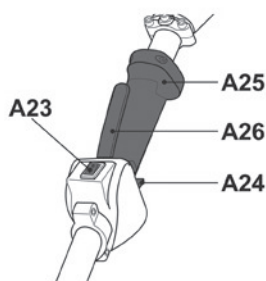

Fig. 36
- > Hay tres controles en la empuñadura principal (A25) con las siguientes funciones (Fig. 36):